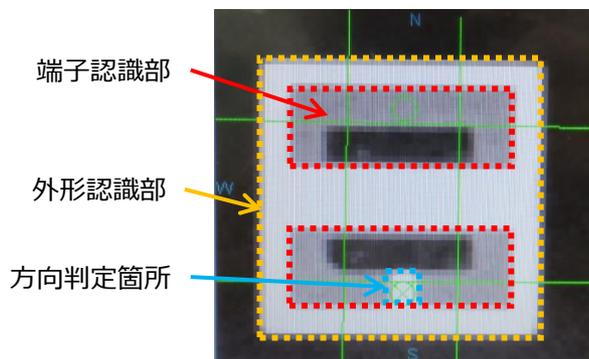

図10. 部品認識について
- LEDの方向判定を行う場合、カソード端子の切り欠き(図10. 部分)に判定枠を設定してください。この部分の輝度差で端子の向きを確認します。